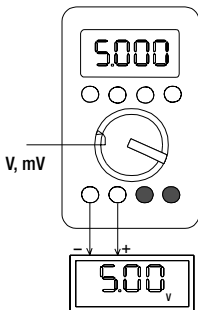

Bild 14 Anschluß als Spannungsquelle
- ⇒ Stellen Sie den Funktionsschalter (6) auf „V, mV“
- ⇒ Schließen Sie den Prüfling über die Meßleitungen gemäß Bild 14 an.